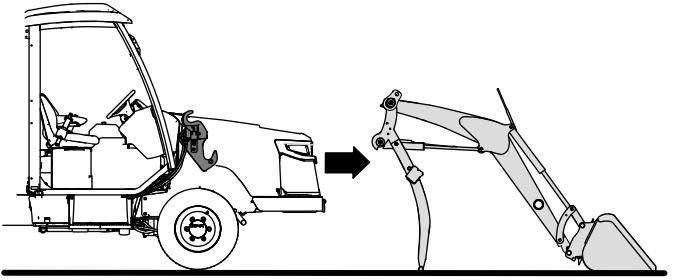

図 52
2. エンジンを始動して、ゆっくりとローダアームに接近する図 52。